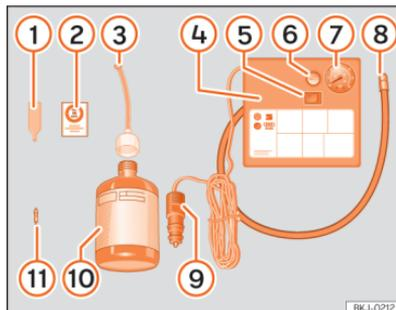

Abb. 246 Prinzipdarstellung: Bestandteile des Pannensets
Das Pannenset befindet sich im Gepäckraum unter dem Bodenbelag. Es besteht aus folgenden Bestandteilen »» (Abb. 246):
- Ventilkappe und Ventileinsatz vom Reifenventil abschrauben. Verwenden Sie den Ventileinsatzdreher »» (Abb. 246) ① zum Heraus-schrauben des Ventileinsatzes. Legen Sie den Ventileinsatz auf einem sauberen Untergrund ab.
- Reifenfüllflasche kräftig schütteln »» (Abb. 246) ⑩.
- Einfüllschlauch »» (Abb. 246) ③ auf die Reifenfüllflasche schrauben. Die Folie am Verschluss wird automatisch durchstoßen.
- Verschlussstopfen vom Einfüllschlauch »» (Abb. 246) ③ entfernen und das offene Schlauchende auf das Reifenventil schrauben.
- Ventileinsatz mit dem Ventileinsatzdreher »» (Abb. 246) ① wieder in das Reifenventil schrauben.
- Reifenfüllschlauch »» (Abb. 246) ⑧ des Luftkompressors fest auf das Reifenventil schrauben.
- Prüfen, ob die Luftablassschraube »» (Abb. 246) ⑥ zuge dreht ist.
- Kabelstecker »» (Abb. 246) ⑨ in eine 12-Volt-Steckdose des Fahrzeugs stecken »» S. 246.
- Luftkompressor mit dem EIN-/AUS-Schalter »» (Abb. 246) ⑤ einschalten.
- Kleben Sie den Aufkleber »» (Abb. 246) ② im Sichtfeld des Fahrers auf das Kombi-Instrument.
Schließen Sie den Reifenfüllschlauch »» (Abb. 246) ⑧ wieder an und lesen Sie den Reifenfülldruck an der Reifenfülldruckanzeige ⑦ ab.